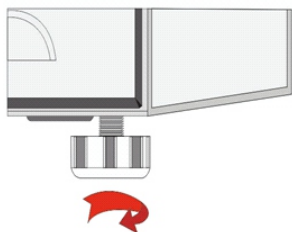

Рис. 3
- Для самопроизвольного закрытия двери холодильника необходимо сделать уклон с помощью регулировочных опор на 5-7 мм выше задней стороны (Рис. 3).